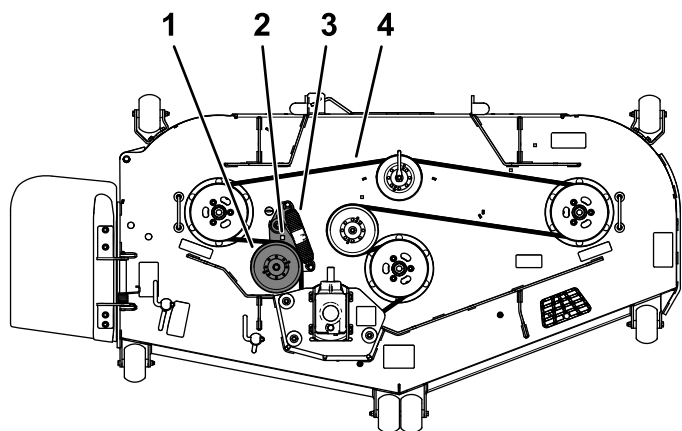

**Figura 62**
5. Utilice una llave de carraca en el taladro cuadrado del brazo tensor para aliviar la tensión del muelle tensor (Figura 62 o Figura 63).
7. Pase la correa nueva alrededor de las poleas del cortacésped (Figura 62 o Figura 63).
8. Asegúrese de que los extremos del muelle están asentados en las ranuras de anclaje, y usando una llave de carraca en el taladro cuadrado, instale la correa alrededor de la polea tensora (Figura 62 o Figura 63).